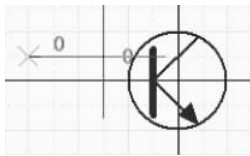
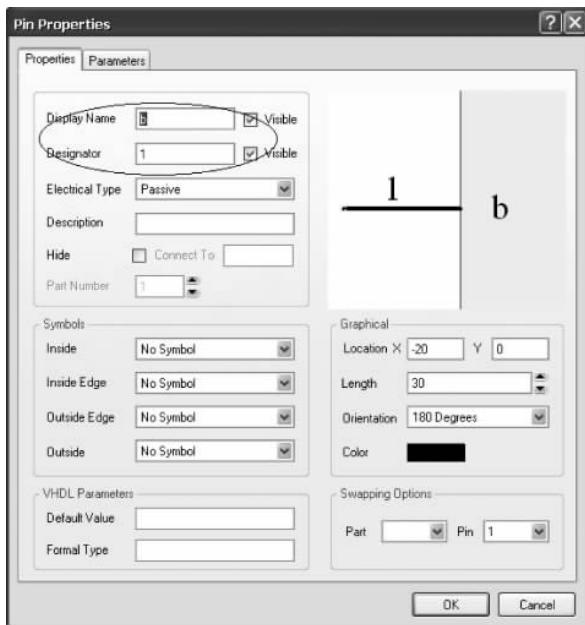

图 3-15 引脚放置示意图
图 3-16 引脚属性对话框
(4) 选取放置引脚按钮 , 可通过 Space 键旋转角度。分别在三个方向各放一个引脚。注意, 带有电气捕捉点即显示灰色叉的一端朝外(如图 3-15 所示)。双击引脚, 打开如图 3-16 所示的引脚属性对话框, 设置 Display Name(引脚名), Designator(引脚号)依次为 1、2、3。由三极管的基本知识可知, 1 号引脚对应的是三极管的 b 极, 2 号引脚对应的是三极管的 c 极, 3 号引脚对应的是三极管的 e 极。